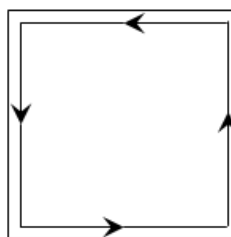

Figure 3. Orientation lors du dernier passage
- Essuyer les coins et contours intérieurs du gabarit (Figure 3).